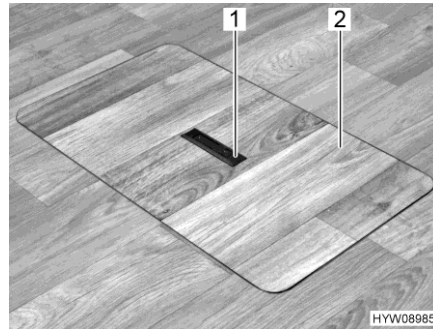
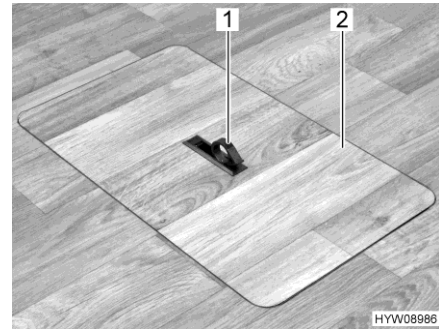

Fig. 45 Copertura vano pavimento (maniglia abbassata)
Fig. 46 Copertura vano pavimento (maniglia estratta)
- Spingere la piastra di presa (Fig. 45,1) verso il basso da un lato. La maniglia (Fig. 46,1) viene ruotata verso l'alto.
- Alzare la copertura (Fig. 46,2).
- Collocare la copertura (Fig. 46,2) nell'intelaiatura presente sul fondo.